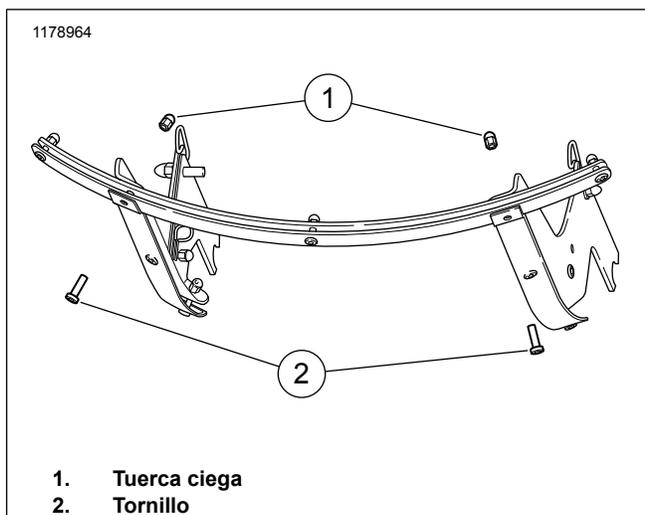

Figura 2. Extracción del tornillo (protector retirado para mayor claridad)
3. Vea la Figura 2. Quite el tornillo (2) y la tuerca ciega (1) y deséche los.